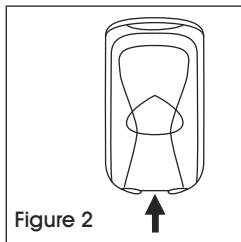

Figure 2
3. Ouvrez le distributeur en poussant sur le bouton de dégagement en dessous du distributeur. (Voir Figure 2)